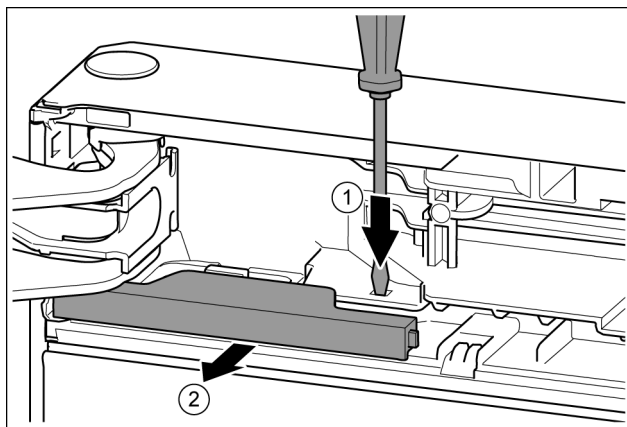

Fig. 11
► Plochým šroubovákem lamelu přitlačte. Fig. 11 (1)
► Kryt vytáhněte ze zářezky. Fig. 11 (2)